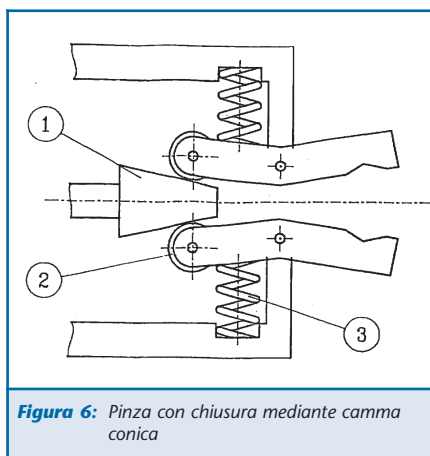

Figura 6: Pinza con chiusura mediante camma conica
Mediante l'avanzamento della camma, particolare (1) figura 6 si permette la chiusura delle ganasce e mediante la rotella (2) si riduce l'attrito. L'apertura si realizza con il retrocedere della camma e la chiusura mediante l'azione delle molle (3).